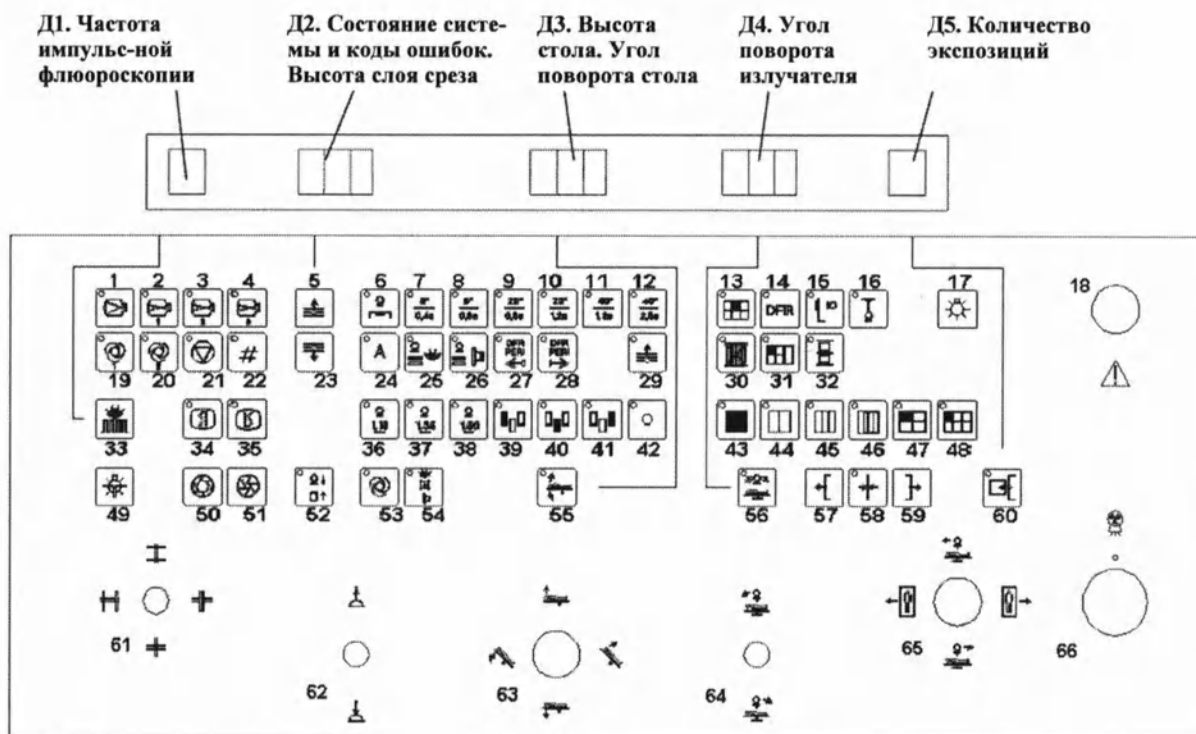
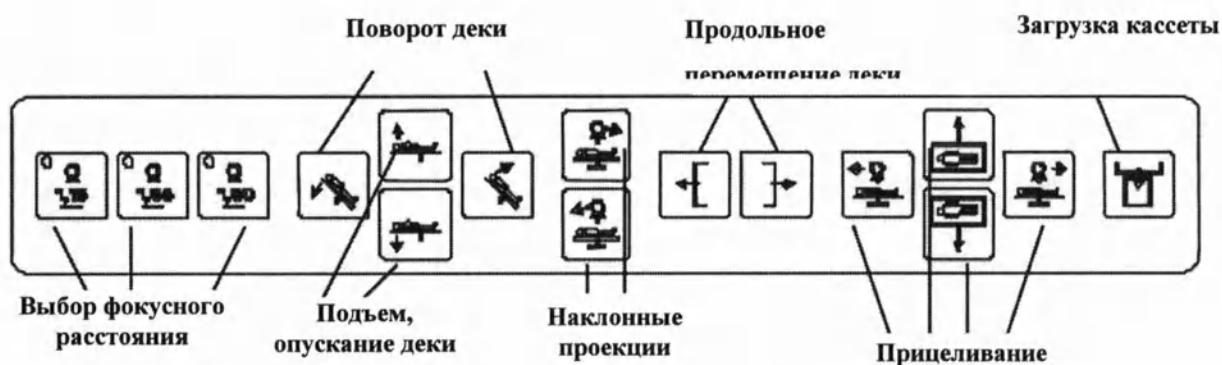

Рисунок 4.1 – Пульт дистанционного управления ТСШ
Рисунок 4.2 – Клавиатура экранно-снимочного устройства ТСШ
Основным органом управления ТСШ является ПДУ. Внешний вид органов управления ПДУ изображен на рисунке (см. Рисунок 4.1).
Дисплей «Частота импульсной флюороскопии» (см. Рисунок 4.1, поз. Д1)
Дисплей «Состояние системы и коды ошибок. Высота слоя среза» (см. Рисунок 4.1, поз. Д2)
Дисплей «Высота стола. Угол поворота стола» (см. Рисунок 4.1, поз. Д3)
Дисплей «Угол поворота излучателя» (см. Рисунок 4.1, поз. Д4)
Дисплей «Количество экспозиций» (см. Рисунок 4.1, поз. Д5)
На клавиатуре ЭСУ продублирована только часть кнопок управления, расположенных на ПДУ. Внешний вид клавиатуры ЭСУ изображен на рисунке (см. Рисунок 4.2).
Постоянное свечение индикаторов на дисплее пульта дистанционного управления (см. Рисунок 4.1) означает, что комплекс подключен к сети электропитания и готов к работе. При этом дисплей Д1 «Частота импульсной флюороскопии», крайний слева, не светится. Если не вставлена кассета в кассетоприемник ЭСУ, то не светится и крайний правый дисплей Д5 «Количество экспозиций».
Мигающее число дисплея Д2 «Состояния системы, кодов ошибок. Высоты слоя срезов» (см. Рисунок 4.1, поз. Д2), при погасших всех остальных дисплеях показывает код ошибки и означает, что в момент включения произошла ошибка. Определить причину возникновения ошибки можно по таблице кодов ошибок, находящейся в сервисном руководстве. Продолжение работы возможно только после устранения причины возникновения ошибки.
В момент аварийного выключения все дисплеи ПДУ гаснут, и мигает код ошибки **099** на дисплее Д2 «Состояния системы, кодов ошибок. Высоты слоя срезов» (см. Рисунок 4.1, поз. Д2). Все кнопки и джойстики ПДУ и пульта ЭСУ заблокированы. После устранения причин аварийного отключения переключатель необходимо перевести в верхнее положение. ТСШ будет подключен к сети электропитания. Загорятся показатели на дисплеях, и будет извлечен кассетоприемник, если в нем была кассета. Кассетоприемник при необходимости убрать обратно нажатием на кнопку **60** ПДУ с символом  (см. Рисунок 4.1 поз. 60) или кнопку «Загрузка кассеты» пульта ЭСУ с таким же символом (см. Рисунок 4.2).
**ВНИМАНИЕ!** В случае если произошло отключение перемещения элементов стола-штатива из-за опасности столкновения с полом, загорается мигающая цифра **8** на дисплее Д1 «Частота импульсной флюороскопии» (см. Рисунок 4.1, поз. Д1). Мигание происходит только в момент нажатия на кнопку или ручной манипулятор указанного перемещения или любого другого заблокированного, также приводящего к столкновению.
Для плавного изменения наклона деки стола в положительную сторону указанного диапазона, необходимо наклонить **ВПРАВО** (к символу ) ручку манипулятора **63** (см. Рисунок 4.1, поз.63) на ПДУ. Указанное изменение наклона деки стола можно производить с клавиатуры ЭСУ, нажав и удерживая кнопку «Поворот деки» с аналогичным символом (см. Рисунок 4.2).
Для плавного изменения наклона деки стола в отрицательную сторону указанного диапазона, необходимо наклонить **ВЛЕВО** (к символу ) ручку манипулятора **63** на ПДУ (см. Рисунок 4.1, поз.63). Указанное изменение наклона деки стола можно производить с клавиатуры ЭСУ, нажав и удерживая кнопку «Поворот деки» с аналогичным символом (см. Рисунок 4.2).
Перемещение деки стола вверх или вниз с ПОСТОЯННОЙ скоростью может производиться пользователем с помощью кнопок «Подъем деки» на клавиатуре ЭСУ с аналогичными символами  (перемещение вверх) и  (перемещение вниз) (см. Рисунок 4.2).
Для плавного перемещения деки стола в продольном направлении ВЛЕВО, необходимо нажать и удерживать кнопку **57** с символом  (см. Рисунок 4.1, поз.57). Указанное перемещение деки стола можно производить с клавиатуры ЭСУ, нажав и удерживая кнопку «Продольное перемещение деки» с аналогичным символом (см. Рисунок 4.2).
Для плавного перемещения деки стола в продольном направлении ВПРАВО, необходимо нажать и удерживать кнопку **59** с символом  (см. Рисунок 4.1, поз.59). Указанное перемещение деки стола можно производить с клавиатуры ЭСУ, нажав и удерживая кнопку «Продольное перемещение деки» с аналогичным символом (см. Рисунок 4.2).
Поперечное перемещение деки стола с ПОСТОЯННОЙ скоростью может производиться пользователем с помощью кнопок «Прицеливание» на клавиатуре ЭСУ с аналогичными символами  (перемещение деки ОТ колонны) и  (перемещение деки В СТОРОНУ колонны) (см. Рисунок 4.2). Данное перемещение возможно и в режиме томографии.